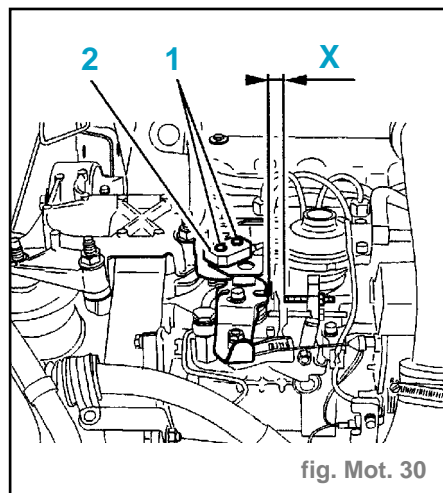

fig. Mot. 30
- **Contrôle et réglage contacteur de levier de charge** (fig. Mot. 30)